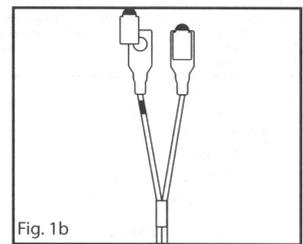

Fig. 1b
- Siehe Abb. 1b. Entfernen Sie die Schutzfolie erst, wenn der Sensor auf der Haut angebracht wird.